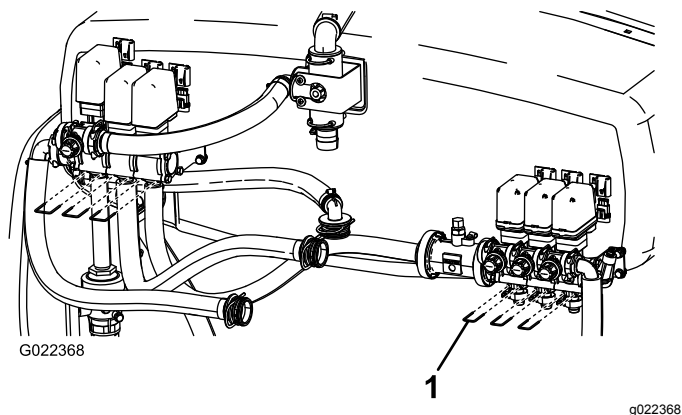

図 50
- B. 弁座をバルブ・アセンブリに固定しているフォーク3本を外す 図 50。
注 バルブにはスプリングが入っているので注意すること 図 50。